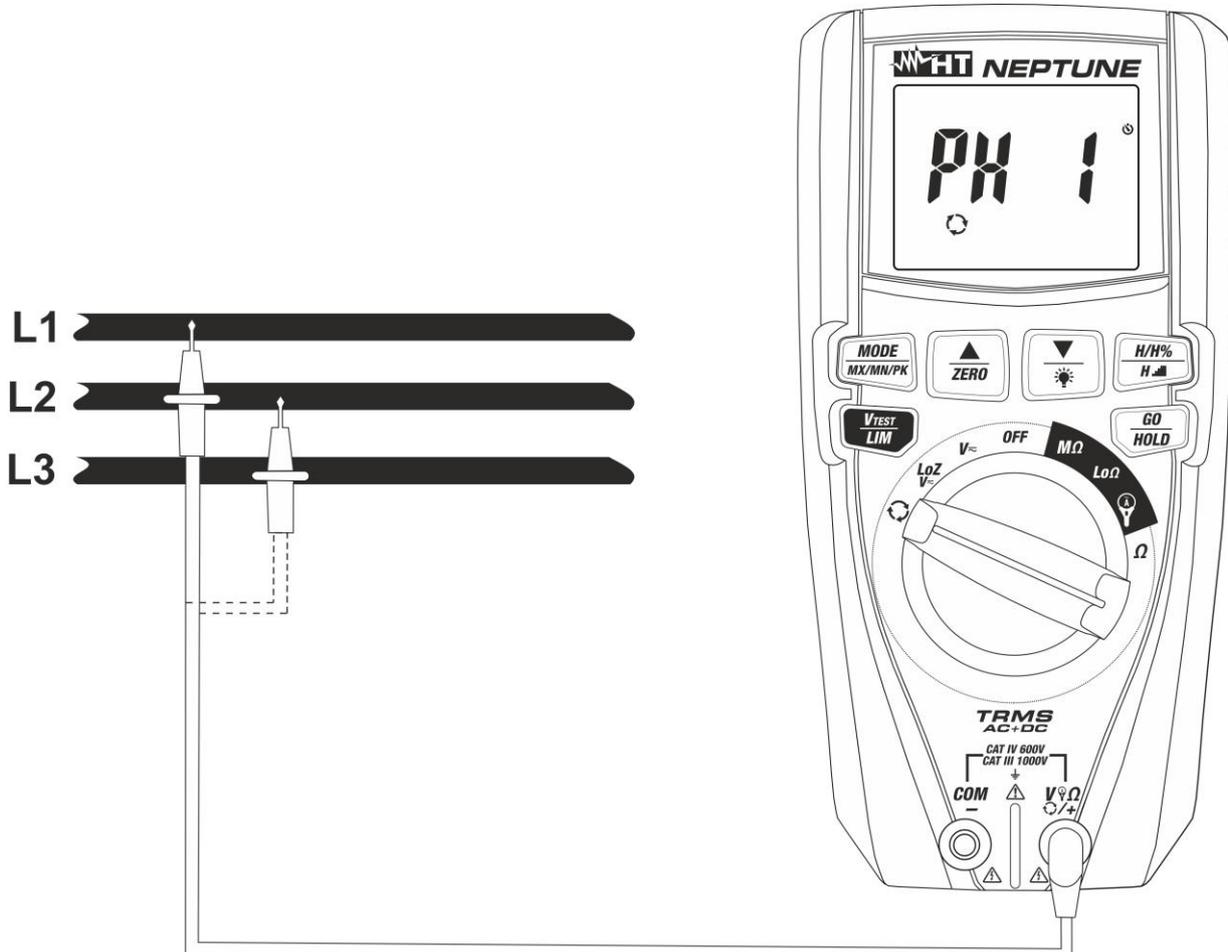
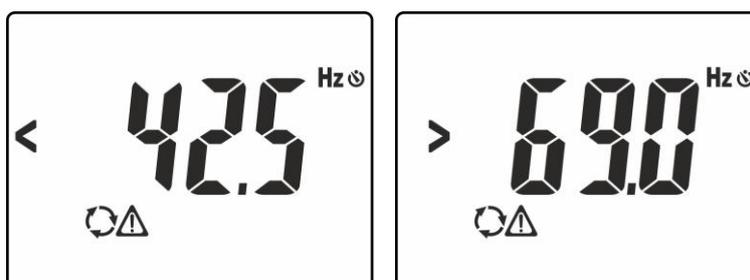
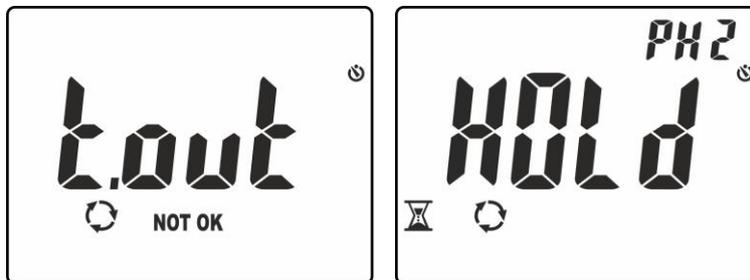

Fig. 10: Uso dello strumento per test di senso ciclico e concordanza delle fasi
Fig. 11: Segnalazione di tensione con frequenza errata
Fig. 13: Riconoscimento fase L1 e attesa per fase L2
3. Posizionare il puntale rosso sulla fase **L1** del sistema trifase in esame (vedere Fig. 10). I seguenti messaggi possono essere mostrati a display (vedere Fig. 11) a identificare la presenza di un segnale di tensione con frequenza esterna all'intervallo **42.5Hz ÷ 69Hz**. In tali condizioni lo strumento non esegue il test
6. Posizionare il puntale rosso sulla fase **L2** del sistema trifase in esame (vedere Fig. 10). Nel caso in cui il passaggio tra la fase L1 e la fase L2 avvenga in un tempo maggiore di **10s** lo strumento mostra il messaggio “**t.out**” a display (vedere Fig. 13 – parte sinistra) In condizioni corrette di tensione e frequenza, lo strumento mostra il messaggio “**HOLD**”, i simboli e “PH2” ed emette un suono continuo in attesa del riconoscimento di un valore stabile di tensione sulla fase L2 (vedere Fig. 13 – parte destra)